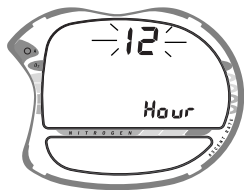

Fig. 24 - Tageszeit Format
- Die Anzeige **Hour** erscheint auf dem Display mit **12** (oder 24) blinkend (Fig. 24).